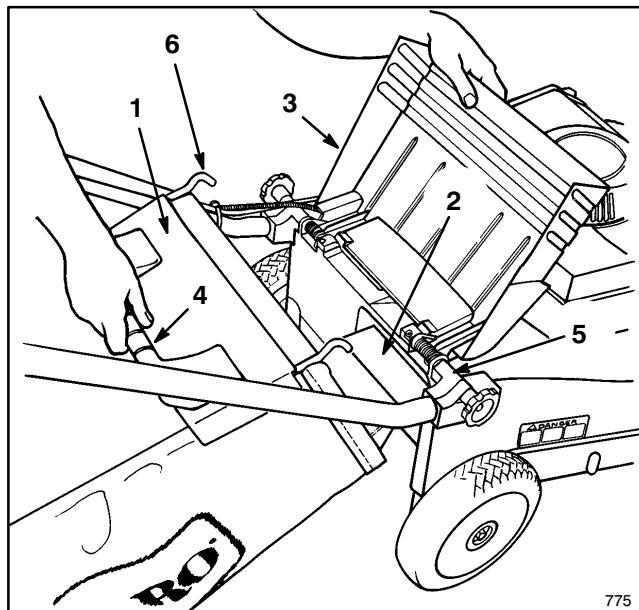
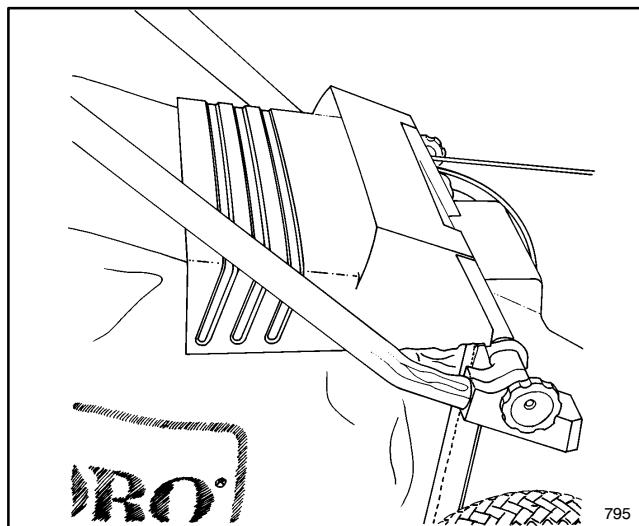

Abbildung 12
Abbildung 13
- MONTAGE DES SACKS — Die Auswurfklappe anheben, den Ansatz des Sacks in die Auswurföffnung schieben und den Sackrahmen auf den Haltebolzen am Gehäuse schieben (Abb. 12). Die Auswurfklappe soll auf der Oberseite des Sacks aufliegen (Abb. 13).